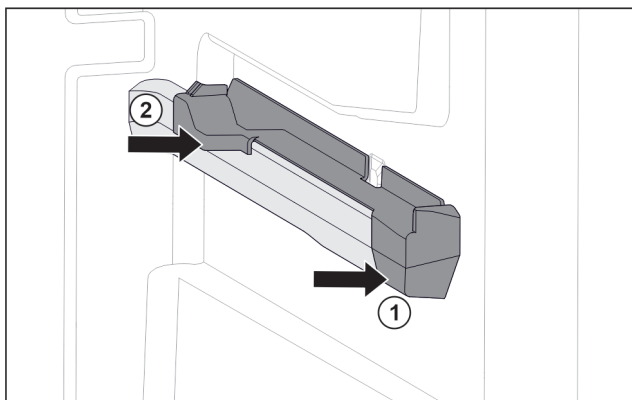

Fig. 127 Elemento inseribile sulla nervatura destra del contenitore
- Posizionare l'elemento inseribile sulla parte anteriore della nervatura del contenitore. Fig. 127 (1)
- Premere l'elemento inseribile sulla parte posteriore. Fig. 127 (2)